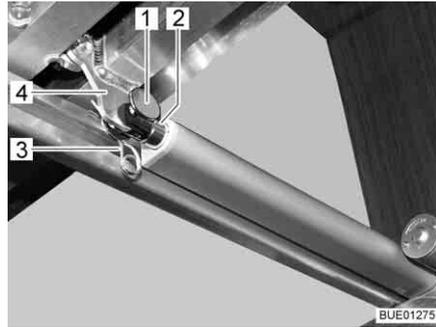

Fig. 93 Accionamiento
- Separar la unión (p. ej. perno y pasador elástico (Fig. 93,1 y 3)) entre la biela (Fig. 93,2) y el somier (Fig. 93,4).